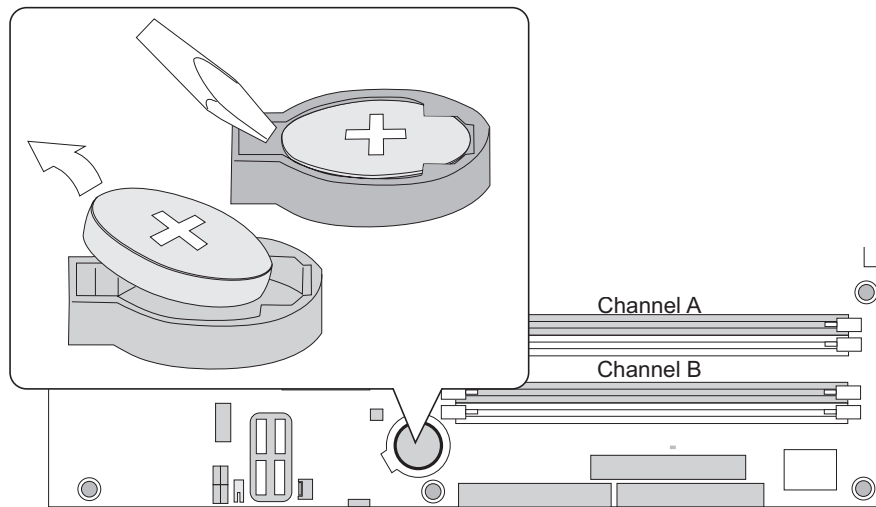

Abbildung 15. Batterie ausbauen
Wenn die Spannung unter ein bestimmtes Niveau sinkt, können die im BIOS-Setup-Programm eingestellten und im CMOS-Speicher gespeicherten Einstellungen (z.B. Datum und Uhrzeit) fehlerhaft werden. Ersetzen Sie die Batterie mit einem gleichartigen Modell. Die Position der Batterie ist in Abbildung 15 dargestellt.
4. Suchen Sie auf dem Mainboard die Batterie (siehe Abbildung 15).